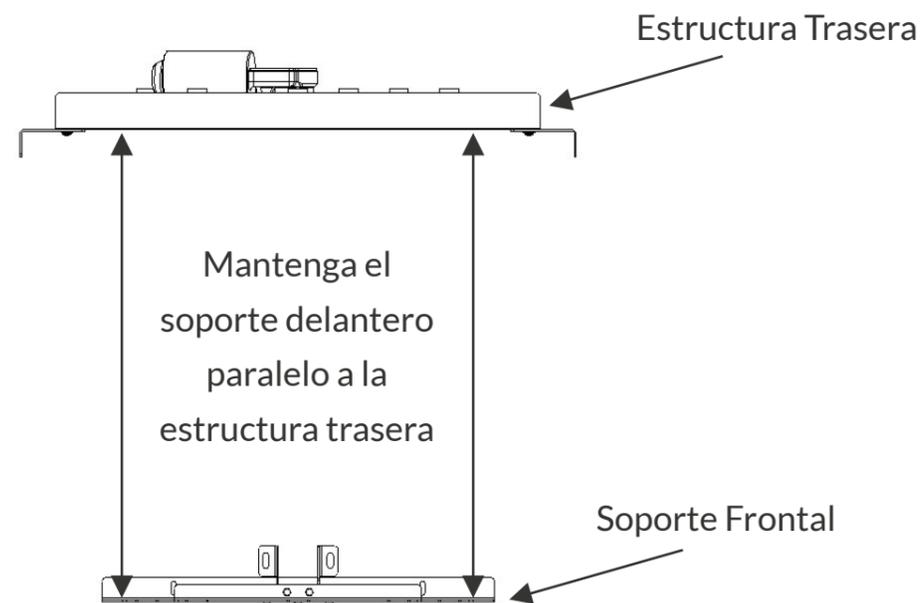

Figura 4 (vista superior)
b) Al instalar el Soporte Frontal, responsable de sostener los espetos, colóquelo de manera que quede alineado y paralelo con los encajes traseros de los espetos, centrándolo en el Muro Frontal de su parrilla, evitando que queden descentrados. Véase la Figura 4.